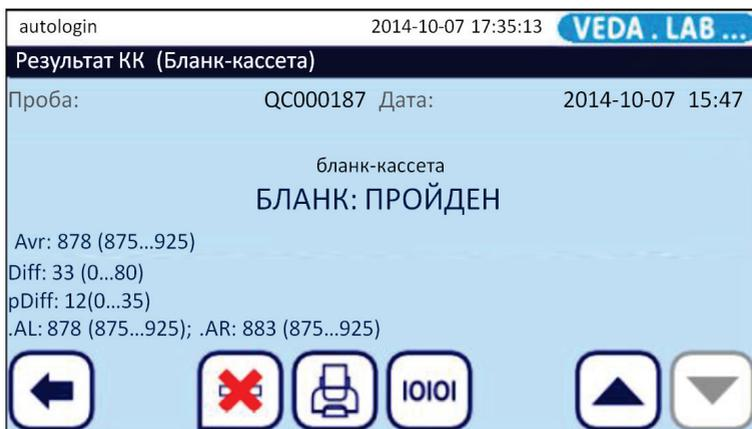

Рис. 37: Меню Результаты КК (QC Result).
В меню **База данных КК (QC Database)** коснитесь кнопки **Просмотр** 5 на Рис. 35). Появится окно меню **Результат КК (QC result)** (см. Рис. 37), отображающее список всех данных в выбранной записи результата КК.
- Коснитесь кнопки **Просмотр** (5 на *Рис. 35*), а затем в появившемся окне меню **Результат КК (QC result)** коснитесь кнопки  (**Удалить**) см. *Рис. 37*.